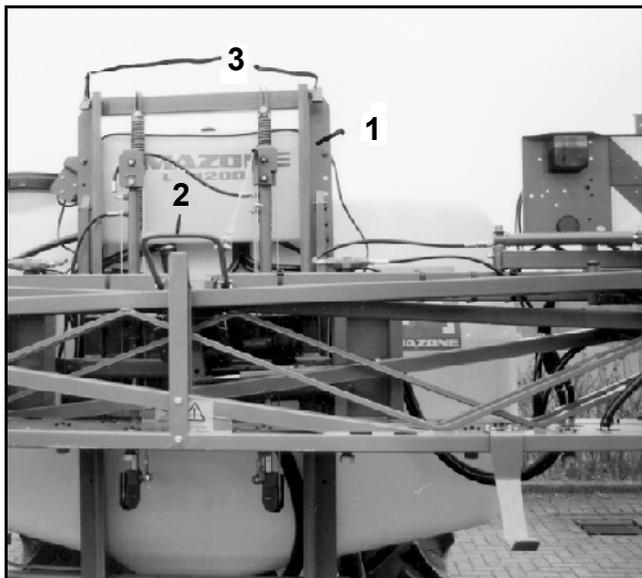

Fig. 50
- Levez la rampe encore repliée jusqu'à ce que le verrou de transport (Fig. 50/ 2) se déverrouille (à peu près au 2/3 de la hauteur du bâti support de rampe).
- Déverrouillez l'amortissement tri-directionnel de la position de transport en montant la rampe jusqu'aux butées supérieures (Fig. 50/ 3) (voir au chapitre 10.1.4).